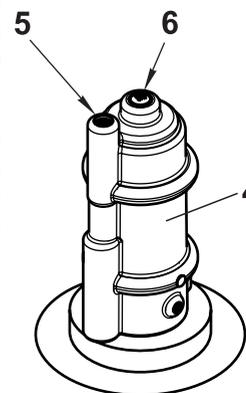

Рис. 8
4.5.4 Время открытия клапана зависит от настройки. Для регулировки времени открытия клапана используйте регулировочный винт 5 в верхней части корпуса замедлителя 4 (рис. 8). Поворачивая винт по часовой стрелке (вкручивание вовнутрь корпуса замедлителя), время открытия клапана увеличивается, и, наоборот, поворачивание винта против часовой стрелки (выкручивание из корпуса) - время открытия уменьшается.